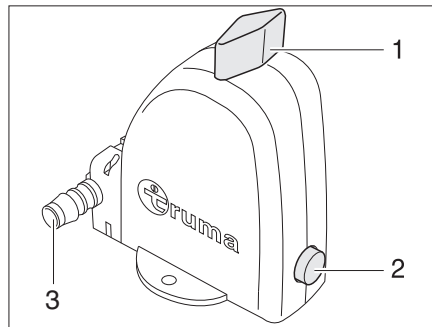

Fig. 340 Valve de sécurité et de vidange du chauffe-eau - Position de fonctionnement
Le chauffe-eau est équipé d'une valve de sécurité et de vidange (Fig. 340). La valve de sécurité et de vidange empêche que l'eau ne gèle dans le chauffe-eau lorsque le chauffage n'est pas allumé en cas de gel.
- ▷ Veiller à ce que la tubulure d'évacuation (Fig. 340,3) de la valve de sécurité et de vidange ne soit jamais obturée (p. ex. par des feuilles, du gel).
- Tourner le bouton rotatif (Fig. 340,1) de 90° parallèlement à la valve de sécurité et de vidange.
Le bouton-poussoir (Fig. 340,2) ressort. Le chauffe-eau est vidé à l'extérieur via la tubulure d'évacuation (Fig. 340,3) de la valve de sécurité et de vidange.
- Tourner le bouton rotatif (Fig. 340,1) de 90° transversalement à la valve de sécurité et de vidange.
- Enfoncer le bouton-poussoir (Fig. 340,2).